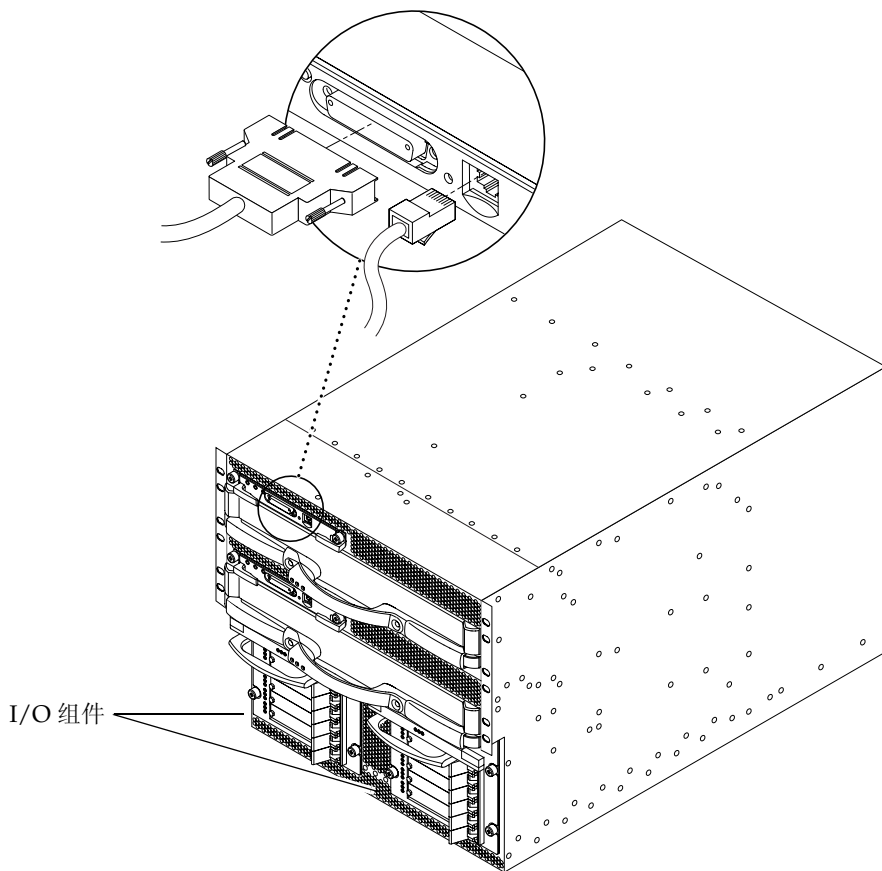

图 5-2 Sun Fire 3800 系统上的系统控制器和 I/O 部件位置
I/O 部件为域提供网络接口和外围设备入口（图 5-2）。
1. 将串行缆线的一端 (TTYa 或空调制解调器) 连接到主系统控制器板上的串行端口 (图 5-2)。
1. 将 5 类以太网屏蔽缆线的一端连接到主系统控制器板上的 RJ-45 以太网端口 (图 5-2)。